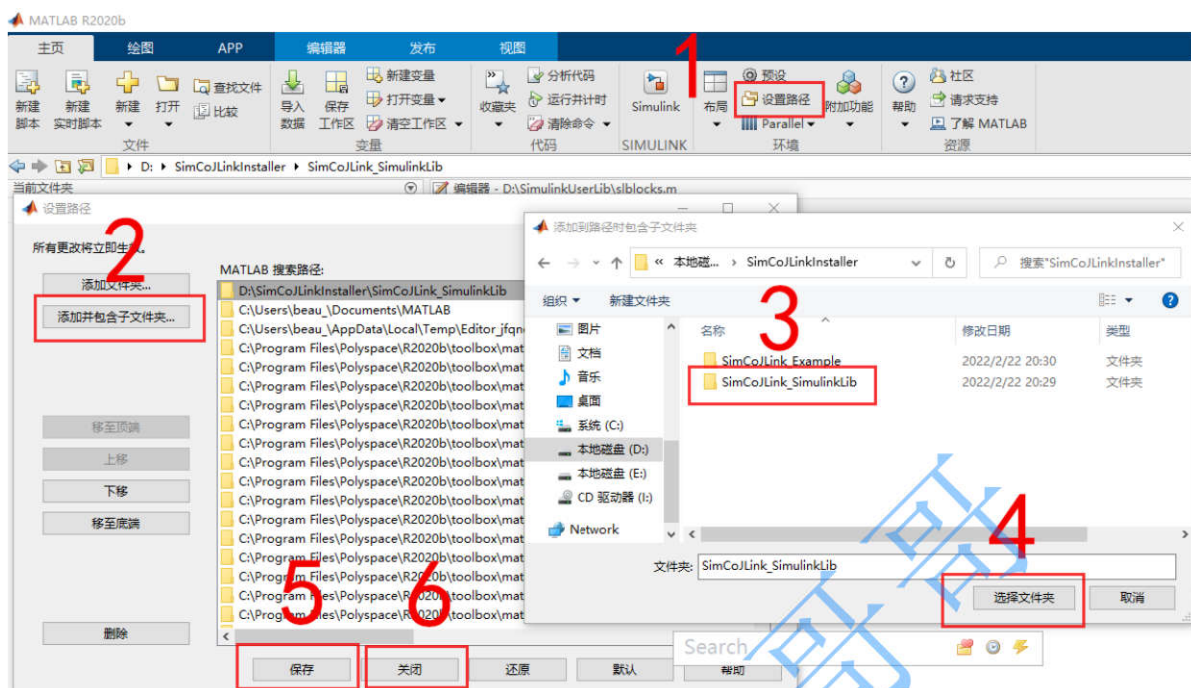

图 5: MATLAB 添加搜索目录步骤
2. 将所提供安装包内的 `SimCoJLink_SimulinkLib` 文件夹添加到 MATLAB 的搜索目录。见 (图 5)。